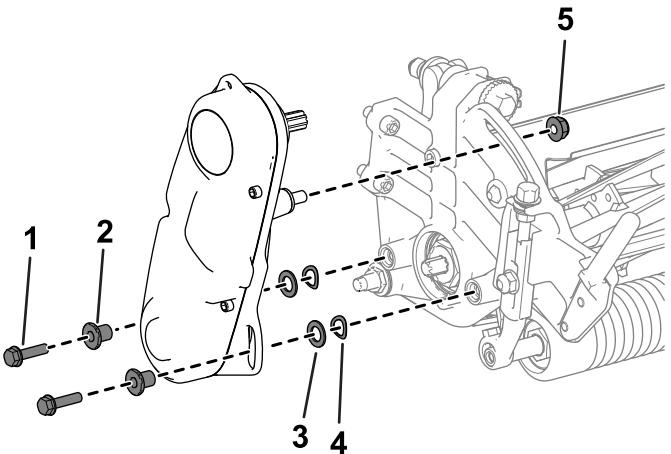

Figura 40
2. Remova as ferragens que prendem o conjunto da transmissão do cilindro à placa lateral (Figura 40).
3. Remova o conjunto da transmissão do cilindro, anilhas planas, anilhas de mola e espaçadores da placa lateral (Figura 40).